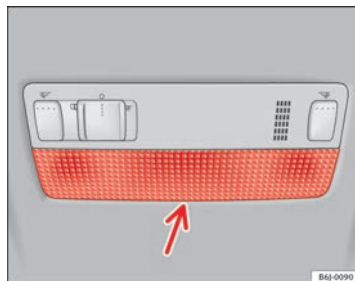

Fig. 175 Lampe de lecture avant
- Introduisez la partie plate d'un tournevis fin entre la carcasse et le verre ⇒ fig. 175.